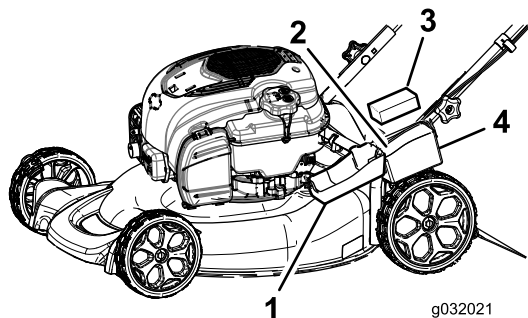

Figura 29
1. Desenganche la tapa de la batería y retírela (Figura 29).